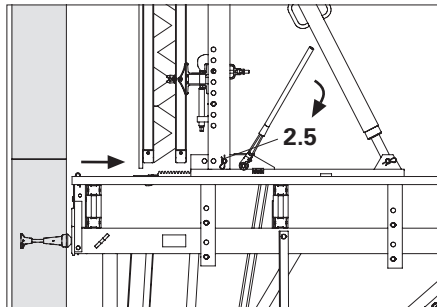

Fig. B3.02.1
2. Colocar a chave de roquete SW 19 no parafuso de movimentação (2.5). Dependendo do efeito que a chave de roquete faz no parafuso, o carro aproxima-se ou afasta-se da parede. (Fig. B3.02.1 + B3.02.2)